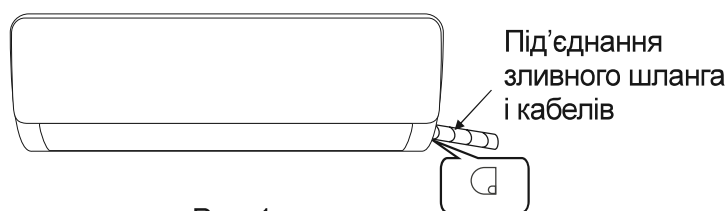
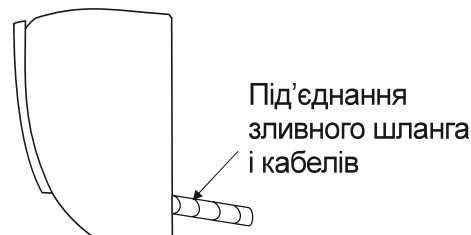

Рис. 1
Рис. 2
1. Залежно від положення пристрою, трубопровід може бути прокладений збоку — зліва або справа (Рис. 1) — або вертикальною ззаду (Рис. 2) (залежно від довжини труби внутрішнього блока). У разі бічного прокладання трубопроводу виріжте випускний отвір з протилежного боку.